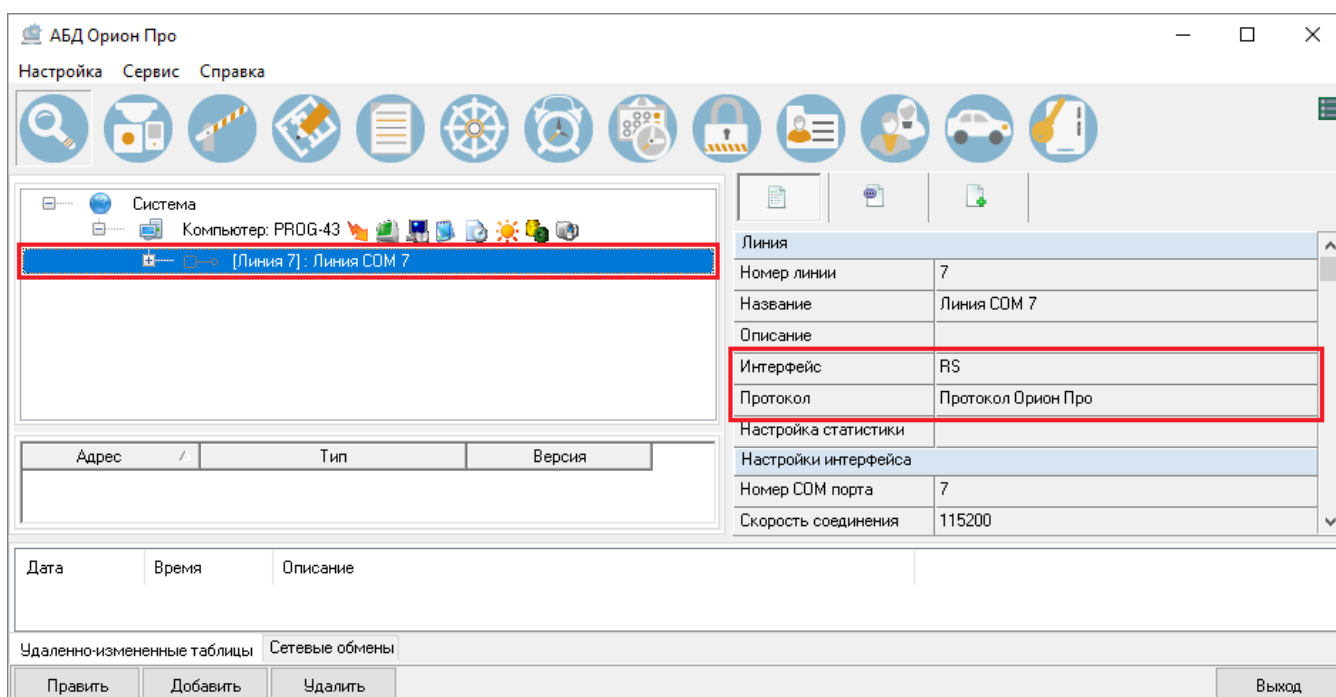
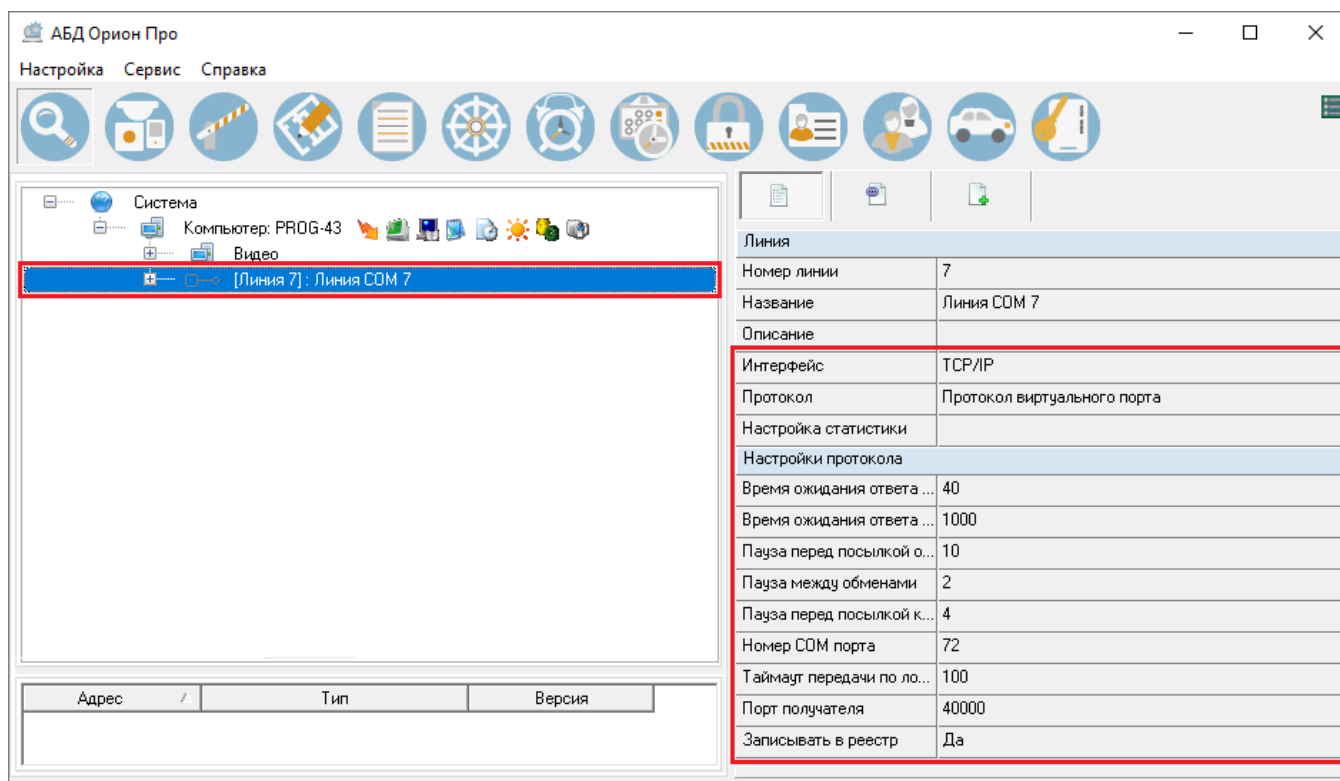
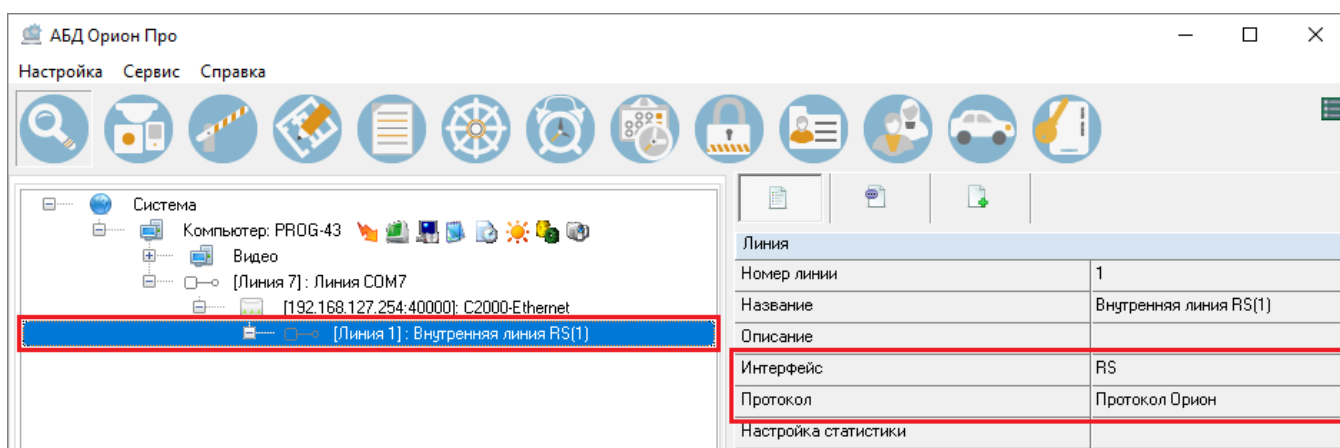

Рисунок 6-74 Виртуальный COM-порт в АБД с поддержкой линий после перехода с версии АБД без поддержки линий
Рисунок 6-82 Измененные настройки линии после ее преобразования мастером изменения протокола
Рисунок 6-84 Настройки внутренней линии прибора C2000-Ethernet
Частным случаем необходимости преобразования линии с интерфейсом RS и протоколом «Орион» или «Орион Про» является переход с версии АБД без поддержки линий (до версии 1.20.3.5) на версию с поддержкой линий, т.к. конфигурации с настройкой подключения через виртуальный порт переносятся в АБД как прямое соединение по интерфейсу RS (см. Рисунок 6-74).
- В настройках глобальных свойств линии, для которой ранее был задан интерфейс RS и протокол «Орион» или «Орион Про» (см. Рисунок 6-74), интерфейс и протокол изменятся на «TCP/IP» и «Протокол виртуального порта» соответственно (см. Рисунок 6-82);
- В настройках протокола для линии появятся настройки, соответствующие протоколу виртуального порта (см. Рисунок 6-82). Откорректируйте эти настройки при необходимости (см. п. 6.3.1.2.4.2.2.2);
- Для прибора C2000-Ethernet появится внутренняя линия (см. Рисунок 6-84) с интерфейсом RS и протоколом, соответствующим тому протоколу («Орион» или «Орион Про»), который был у преобразовываемой линии (см. Рисунок 6-74);